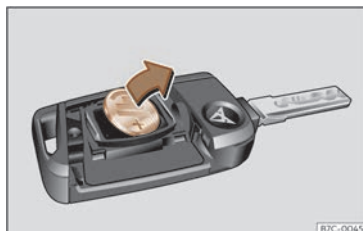

Fig. 45 Chave do vehículo: extracción da pila.
- Extraia a pila do compartimento cun obxecto fino axeitado >>> fig. 45.
- Encaixe unha pila de botón nova no compartimento >>> ①.